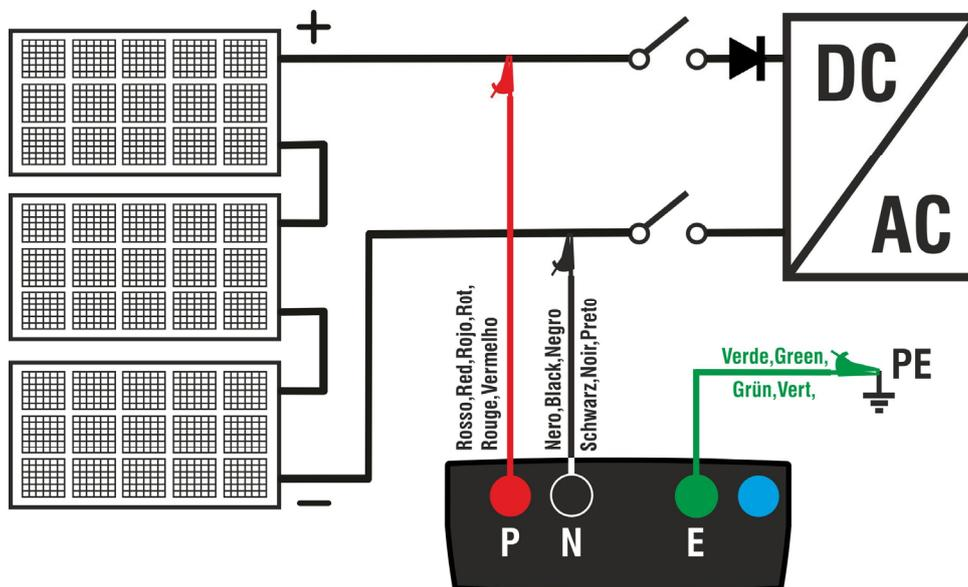

Fig. 6: Connexion de l'instrument pour la mesure de l'isolation en mode DUAL
6. Connectez l'instrument à la chaîne PV testée comme indiqué dans Fig. 6. Le test peut également être effectué sur plusieurs chaînes en parallèle les unes avec les autres. N'oubliez pas que les parafoudres connectés aux câbles de la chaîne / des chaînes doivent également être déconnectés et qu'il est conseillé de mesurer en amont d'éventuelles diodes de blocage